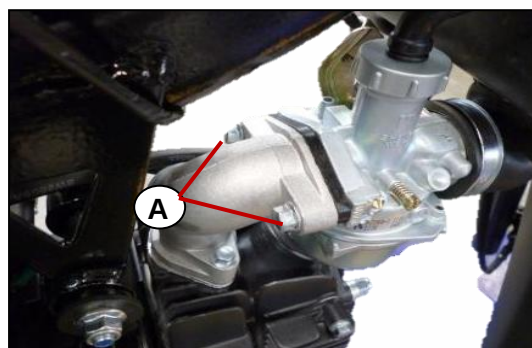

Fig. 8.6
- Remueva los tornillos [A] que sujetan el carburador. Fig. 8.6